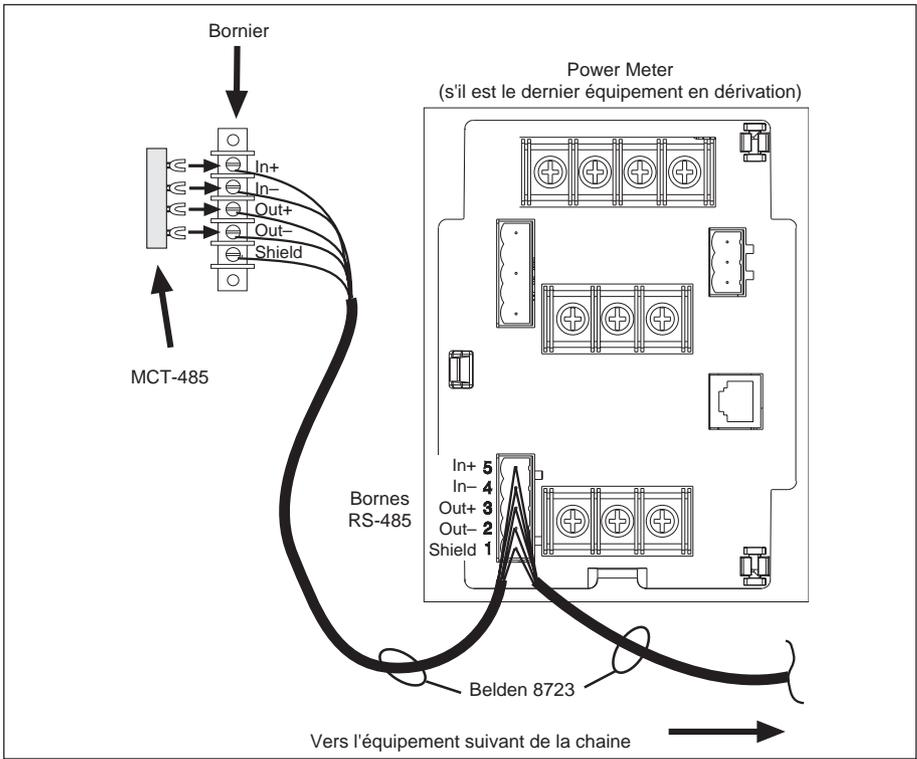

Figure 6-8 : Power Meter équipé d'une adaptation de fin de ligne bornier et MCT-485
5. Connecter les cosses ouvertes du CAB-107 au bornier à 5 bornes. Voir l'identification des bornes à la figure 6-8, page 46.
10. Connecter cette extrémité du câble Belden 8723 (ou l'équivalent) aux bornes RS-485 du Power Meter; voir l'identification des bornes à la figure 6-8, page 46. S'assurer de connecter la borne acceptant le câble IN- du CAB-107 à la borne IN- du Power Meter, la borne acceptant le câble IN+ du CAB-107 à la borne IN+ du Power Meter, etc. Serrer les vis du bornier RS-485 à un couple entre 0,56 et 0,79 N•m (5-7 lb-po).
- Bornier et MCT-485. Dans cette méthode, les câbles de communication sont acheminés du dernier Power Meter de la liaison à un bornier à 5 bornes. L'adaptateur MCT-485 est placée sur le bornier. Voir la figure 6-8.